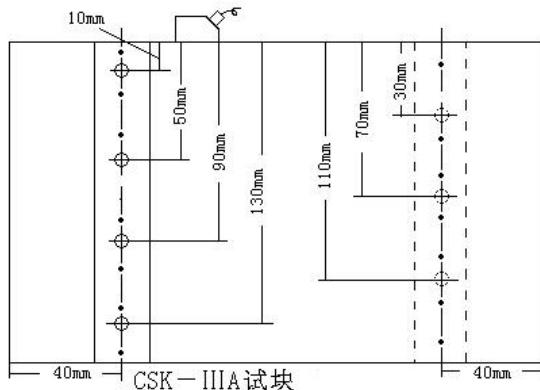

图 4-10
- 2、将探头与参考试块耦合，使第一个参考点回波达到最高（我们用CSK-IIIA试块如图4-10）。